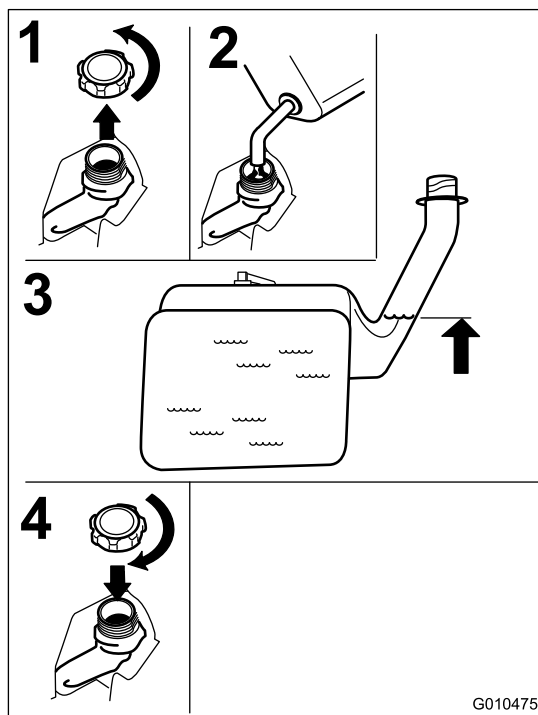

Figura 9
3. Riempite il serbatoio fino alla base del collo del bocchettone Figura 9.